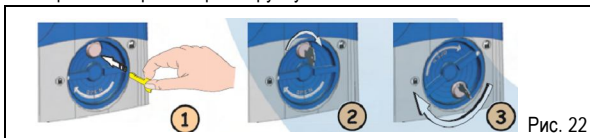

Рис. 22
1. Ключ отпирания механизма вставить в замочную скважину в крышке (рис. 22, поз. 1) и повернуть по часовой стрелке до упора (рис. 22, поз. 2).
2. Повернуть рукоятку отпирания механизма на 180° по часовой стрелке, как показано на рис. 22, поз. 3.